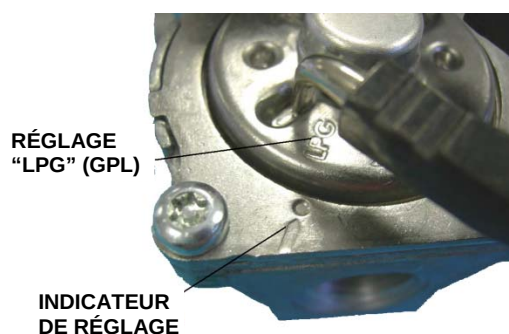

FIGURE 7
20. Faire tourner le cadran de 25 degrés dans le sens antihoraire pour faire correspondre le repère "LPG" avec l'indicateur sur l'électrovanne de gaz. Voir *Figure 7*.